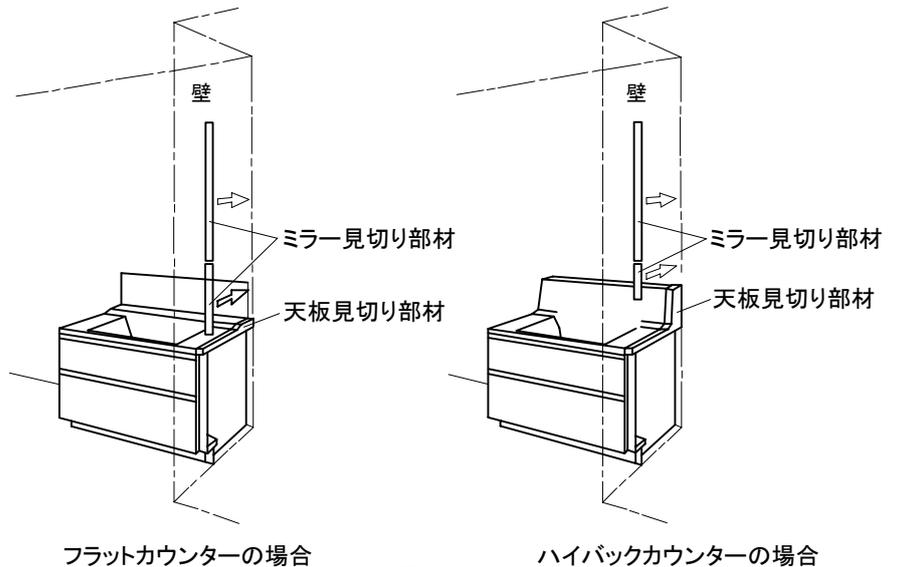

図13-20
- ③天板見切り部材の上に、ミラー見切り部材を貼付けてください。(図13-20)
- ④ミラーキャビネット、ウォールキャビネットを設置説明書にしたがって設置してください。